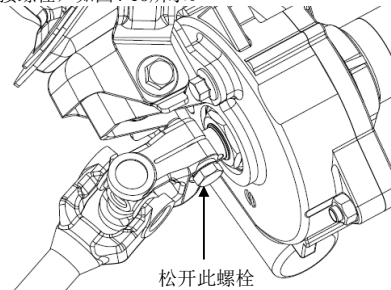

图 4-10
② 松开转向管柱总成与中间轴总成之间的连接螺栓，如图 4-10 所示。